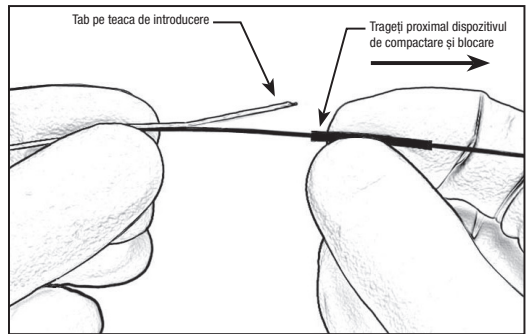

Figura 3 – Trageți proximal dispozitivul de compactare și blocare
15. Țineți dispozitivul chiar distal față de dispozitivul de compactare și trageți dispozitivul de compactare în sens proximal pentru a expune fila de pe teaca de introducere. Consultați figura 3.